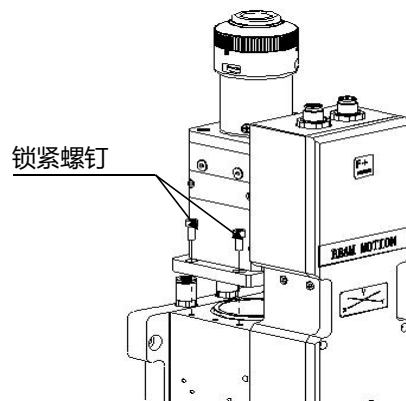

图 6.3 — 拆准直组件
- 用 3mm 的内六角扳手拧开准直组件的锁紧螺钉（如图 6.3 所示），与准直组件连接的部